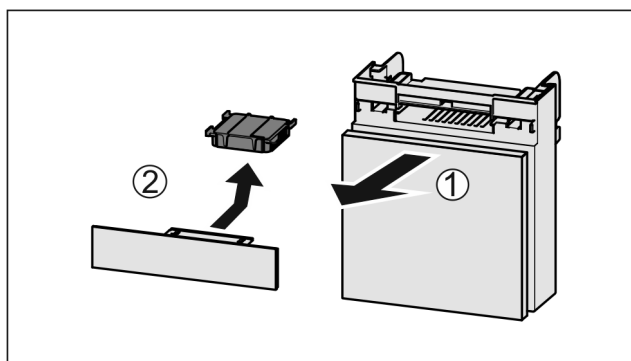

Fig. 72
- Zásuvku vytáhněte dopředu Fig. 72 (1).
- Filtr s aktivním uhlím vyjměte Fig. 72 (2).